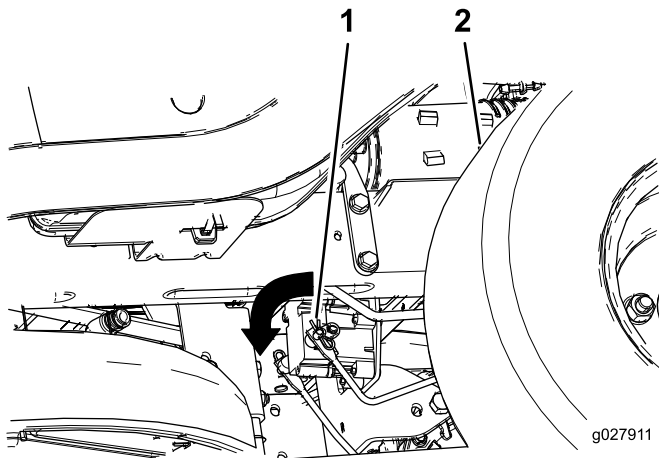

Figure 43
2. Localisez les arbres au point où les bras de liaison sont connectés de chaque côté du frein (Figure 43).